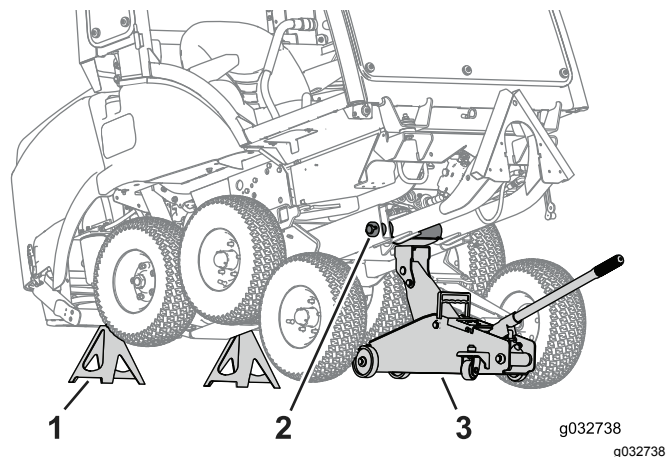

Figura 88
4. Utilice un gato de suelo para elevar el bastidor de invierno (Figura 88).